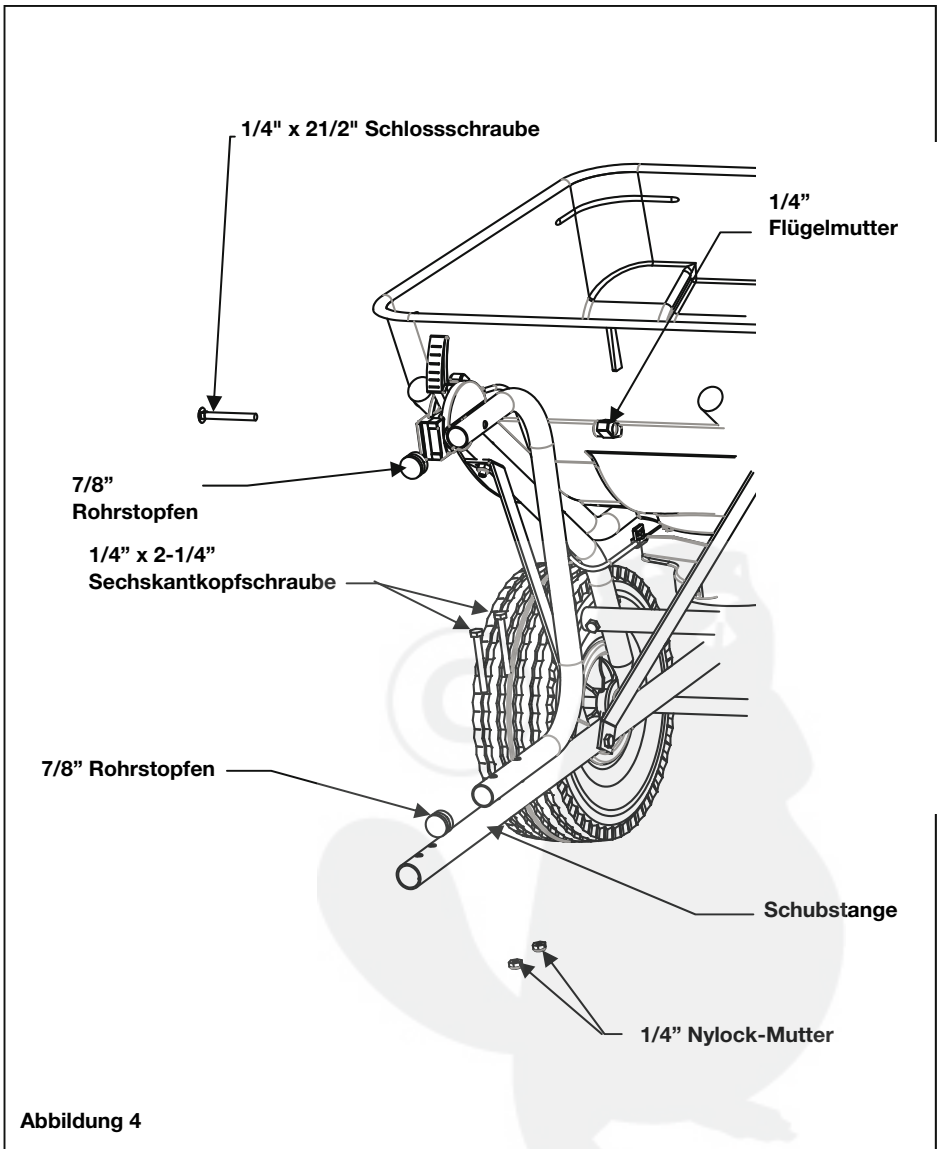

Abbildung 4
4. Befestigen Sie die Halterung des Steuerkabels oben an der Schubstange, indem Sie zwei 1/4" x 2-1/4" Sechskantkopfschrauben und zwei 1/4" Nylock-Muttern verwenden. Befestigen Sie das Steuerkabel oben an der Halterung des Steuerkabels, indem Sie eine 1/4" x 2-1/4" Schlossschraube verwenden und sie mit einer 1/4" Flügelmutter festschrauben. Verwenden Sie einen Hammer und schlagen Sie leicht damit die beiden 7/8" Rohrstopfen in die offenen Enden des Rohrs der Steuerkabelhalterung. Siehe Abbildung 4.